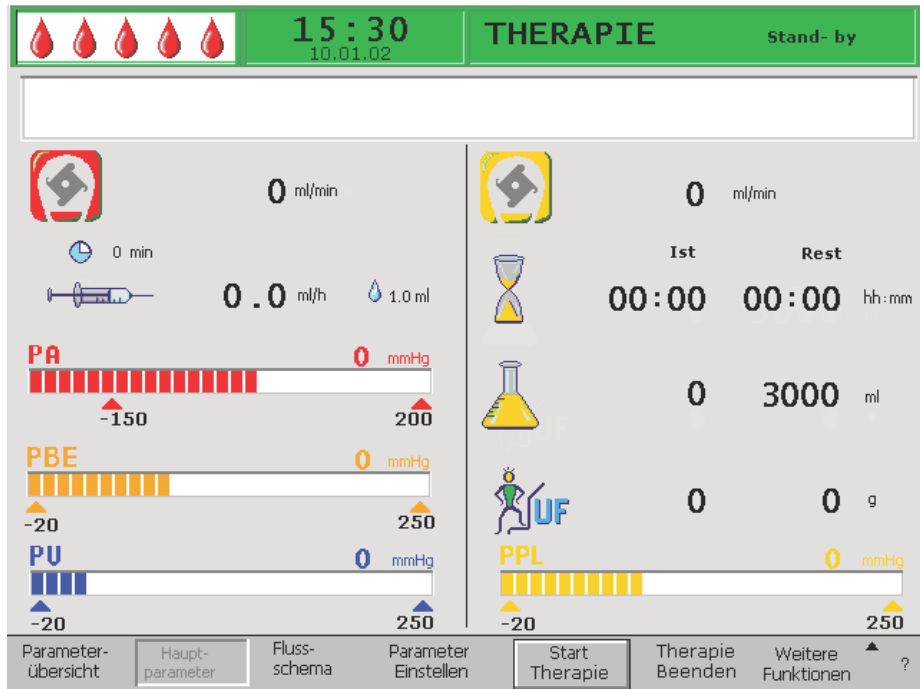

Abb. 2-11 Bildschirm *Hauptparameter*
- Hauptparameter (Abb. 2-11)
Der Bildschirm *Hauptparameter* (Abb. 2-11) wird standardmäßig angezeigt.